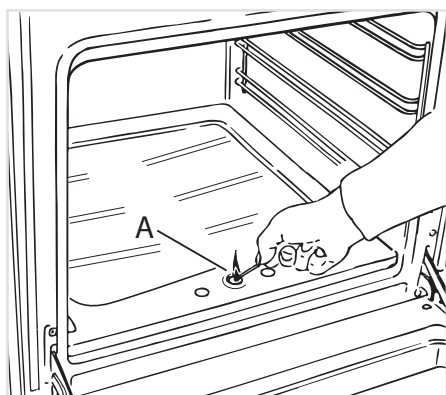
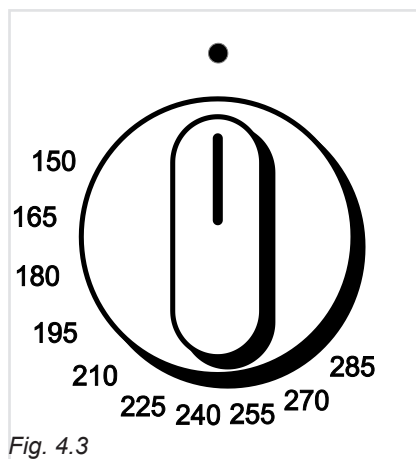

Fig. 4.2
Fig. 4.3
2. Avvicinare un fiammifero acceso al foro centrale del piano del forno (fig.4.2).
L'afflusso del gas al bruciatore è regolato da un termostato (fig. 4.3) che ha la funzione di mantenere costante la temperatura all'interno del forno. Ciò è ottenuto per mezzo di un bulbo, posto all'interno del forno, che deve essere sempre posizionato correttamente nel suo alloggiamento e deve essere sempre mantenuto pulito per effettuare il corretto rilevamento della temperatura. Inoltre, il termostato è dotato di una valvola di sicurezza che, allo spegnersi della fiamma, chiude automaticamente l'erogazione di gas.
I numeri, stampigliati sul pannello comandi (fig. 4.3), indicano in modo crescente la temperatura del forno. La temperatura viene mantenuta costante sul valore regolato.
2. Modelli senza accensione elettrica: Avvicinare una fiamma al foro centrale "A" della base del forno (fig. 4.2). Premere a fondo la manopola del termostato gas (fig. 4.3) e tenendola sempre premuta ruotarla in senso antiorario fino alla posizione massima.
3. Modelli con accensione elettrica: Premere leggermente la manopola del termostato e ruotarla in senso antiorario fino alla posizione massima, quindi premere a fondo il pulsante per attivare l'accensione elettrica. Non continuare mai questa operazione per più di 15 secondi. Se il bruciatore non si è acceso, attendere circa 1 minuto prima di ripetere l'accensione. Se l'accensione elettrica non funziona si può accendere manualmente il forno avvicinando una fiamma al foro "A", come illustrato in fig. 4.2.
5. Regolare la manopola del termostato gas (fig. 4.3) sulla temperatura desiderata.